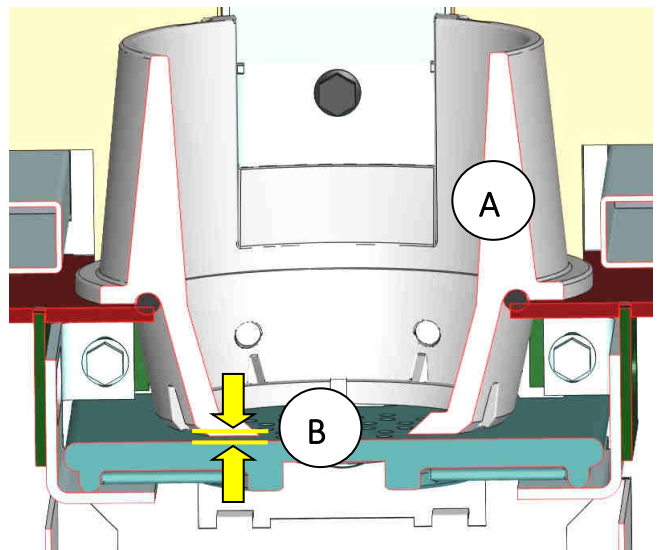

Fig. 52 : coupe grille et pot brûleur
1. Enfoncez toujours la grille en fonte (Fig. 52) jusqu'à la butée (sans forcer, côté plat vers le haut !), de sorte que la porte ferme correctement.
3. Le bord de la grille en fonte (partie A) doit s'adapter au bord du pot brûleur. Un espace vertical de 1 mm maximum doit être respecté entre la grille en fonte et le pot brûleur (Fig. 52, partie B).